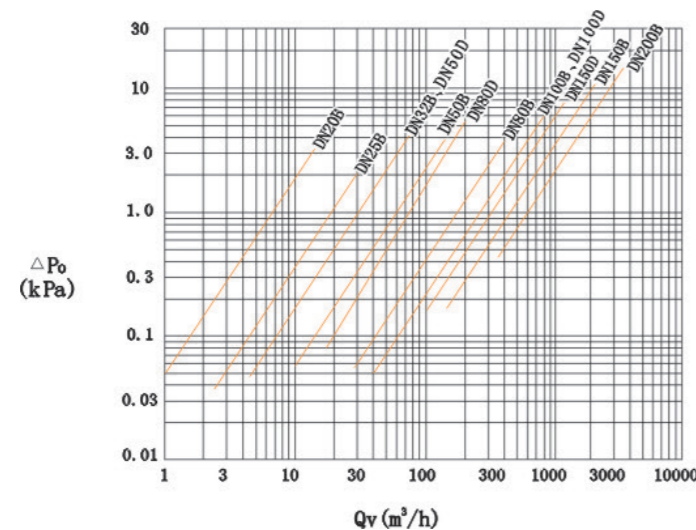

图 10 流量压损对应曲线
5.7.1 在标准状态下，当介质为干空气时，各规格流量计的压力损失 ΔP_o 可按图 10 查出（最大值见表 1）。